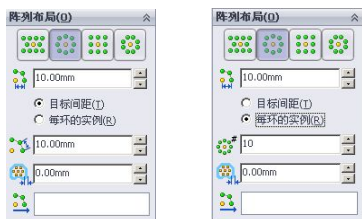

图 6-29 【圆周】阵列的参数
-  **【圆周】**: 生成圆周形阵列, 其参数如图 6-29 所示。